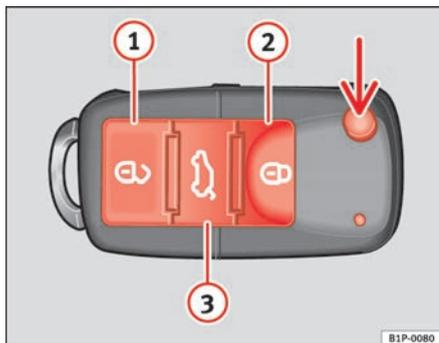

Fig. 63 Botões da chave com telecomando
Com a tecla ⇒ fig. 63 (seta) do comando, destranca-se o palhetão da chave.
Destrancar o veículo ⇒ fig. 63 ①.
Trancagem do veículo ⇒ fig. 63 ②.
Destrancagem do porta-bagagens. Prima a tecla ⇒ fig. 63 ③ até que todos os indicadores de direcção do veículo pisquem durante breves segundos. Ao premir o botão de destrancagem ③, dispõe de 2 minutos para abrir o porta-bagagens. Uma vez decorrido este tempo, será novamente trancado.
Além disso, o indicador luminoso da pilha da chave ⇒ fig. 63, começa a piscar.
Premindo uma vez a tecla ⇒ fig. 63 ①, apenas se abrirá a porta do condutor, permanecendo as restantes fechadas.
Premindo duas vezes o botão  ⇒ página 105, fig. 63 , todas as portas serão destrancadas.
- Premir a tecla  ⇒ página 105, fig. 63 do comando à distância.